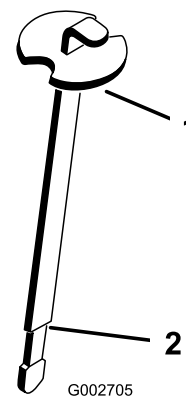

Figure 16
3. Dévissez la jauge du goulot de remplissage et essuyez-la sur un chiffon propre. Remettez la jauge dans le goulot de remplissage, ressortez-la et contrôlez le niveau de liquide. L'huile doit atteindre le repère (partie étroite) de la jauge (Figure 16).